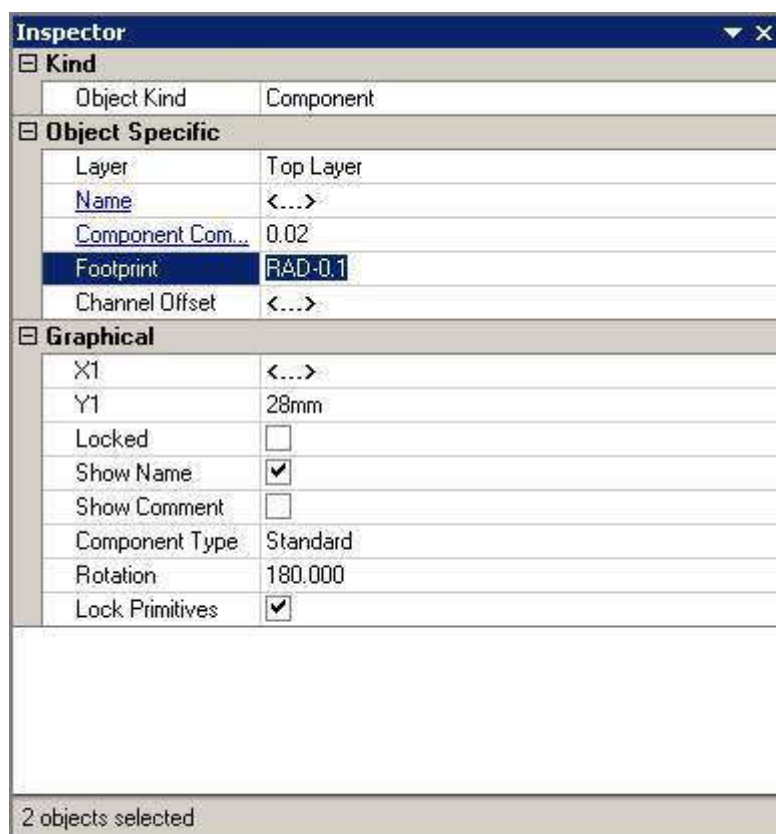

Рисунок 44 – Изменение параметров выделенных объектов.
6. Вызовем панель Inspector (рисунок 44) с помощью кнопки Inspect, расположенной в нижней части экрана.